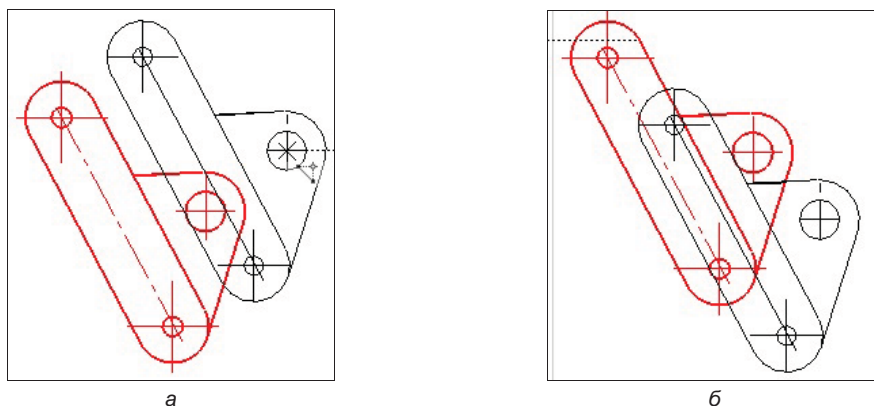

Рис. 11.3. Выполнение сдвига (а); сдвиг по углу и расстоянию (б)
- ◆ укажите ЛК мыши базовую точку на объекте или задайте ее новые координаты. При перемещении курсора появится фантом смещенного объекта (рис. 11.3, а);
- ◆ в поле **Расстояние** задайте значение 20. В графической области появился фантом смещенных объектов (рис. 11.3, б);